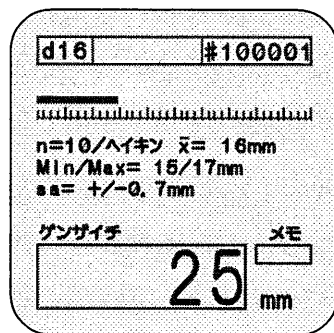

図29
- 測定が終わりましたら、ENDキーを押してください。図29が表示されます。